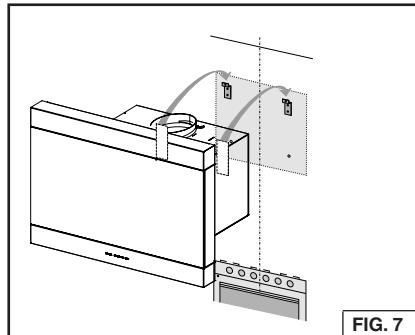

FIG. 7
1. Installez la hotte sur le support de montage mural. Vérifiez que la hotte est parallèle au sol. Fig. 7.